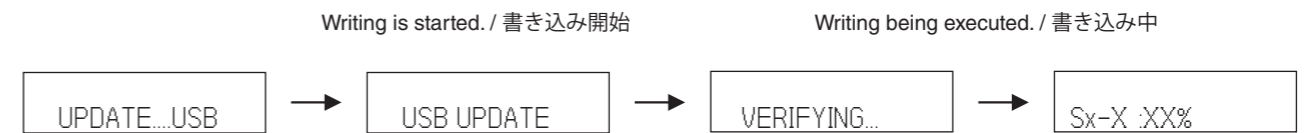

Fig. 2
4. When "USB UPDATE" is displayed, press SELECT/ENTER knob to start writing of the firmware. (Fig. 2)
4. "UPDATE.....USB" が表示されたら、SELECT/ENTER ツマミを押してファームウェアの書き込みを開始します。 (Fig. 2)